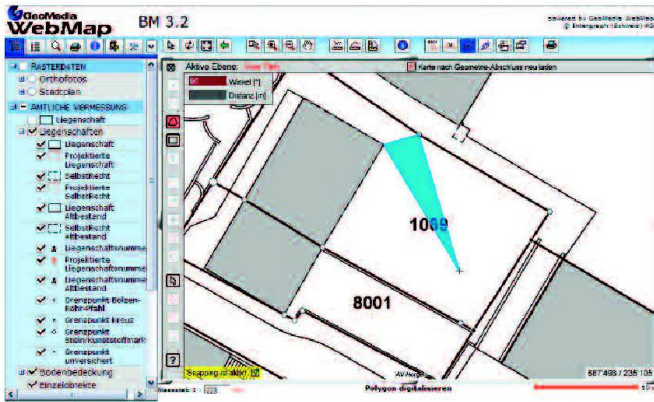

Abb. 5: Konstruktionswerkzeug (Winkelsperre).
- Konstruktionshilfen beim Erfassen von Geometrien: Beim Digitalisieren von Polylinien oder Polygonen können Segmente in einem fixen Winkel (Winkelsperre) oder einer fixen Distanz (Distanzsperrre) erfasst werden (Abb. 5).